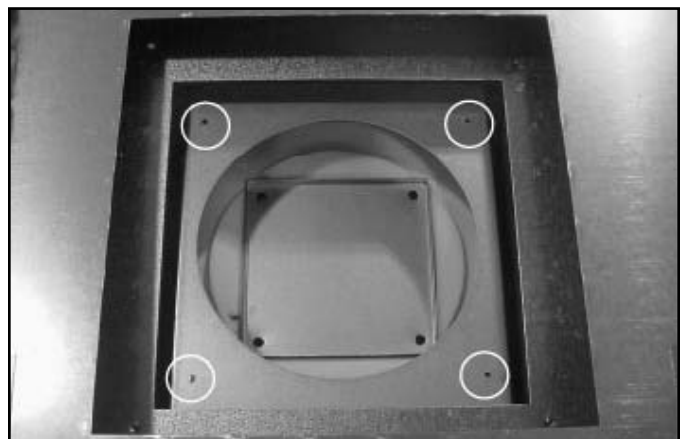

Figura 7.5 Retire los cuatro tornillos del collarín interior
- Retire los cuatro tornillos que sostienen el collarín interior a la parte superior del aparato. Vea la figura 7.5. Retire el collarín interior.